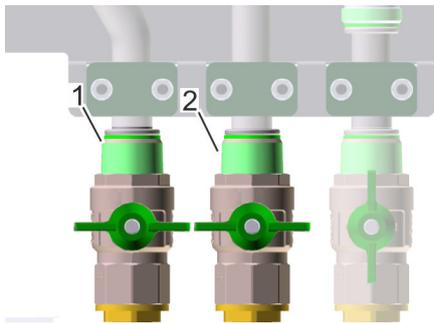

Abb. 58: Kugelhähne Frischwasser öffnen
- 10.** Um den Frischwasserkreislauf zu öffnen, Kugelhähne für die Warmwasserleitung (Abb. 58/1) und die Kaltwasserleitung (Abb. 58/2) öffnen.